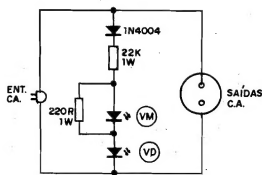

Fig.1
- FIG. 1 - O CIRCUITO - Alguns de Vocês poderão até "resmungar", dizendo: "- Mas isso não chega a ser um círculo...!". Acontece que é sim, um CIRCUITO! Pela própria significação ortodoxa do termo, "circuito" quer dizer "círculo", percurso fechado a ser percorrido - no caso - pela Corrente elétrica! O conjunto elementar de componentes da TITE "fecha" os dois "polos" da C.A., através de um arranjo série/paralelo que inclui apenas um diodo, dois resistores e dois LEDs... O diodo está lá para proteger previamente os LEDs, uma vez que estes devem trabalhar sob polarização unidirecional (seriam danificados se recebessem também os semi-ciclos de polaridade reversa, da C.A.). Garantia a transformação da C.A. numa C.C. pulsada (pela ação do dito diodo), os dois LEDs, um verde e um vermelho, são "empilhados", em série, sob a proteção básica do resistor de 22K x 1W, que limita a Corrente total a valores aceitáveis pelos diodos emissores de luz... Um segundo resistor, no valor de 220R x 1W, em paralelo com o LED vermelho, estabelece um "degrau" de Tensão (calculado em função das quedas de "voltagem" naturais aos LEDs e também do valor do resistor de 22K...) de forma que, estando o conjunto sob 110 VCA, apenas o **LED verde** "perceberá", entre seus terminais, os necessários 2 volts (em torno disso) para o seu acendimento (entre anodo e cátodo do LED **vermelho** não haverá, no caso, Tensão suficiente para o acendimento do dito cujo...). Já com o conjunto submetido a C.A. de 220V, a ação divisora do conjunto proporcionará, a ambos os LEDs, a necessária diferença de Potencial para que os dois acendam! A indicação, então, é feita de forma absolutamente clara e... "luminosa" (desculpem a obviedade...)! Não será preciso nenhum "curso" ou "treinamento" para interpretar, até intuitivamente, as indicações: sob 110V acende apenas o LED verde, e sob 220V acendem ambos os LEDs! O dreno médio total de